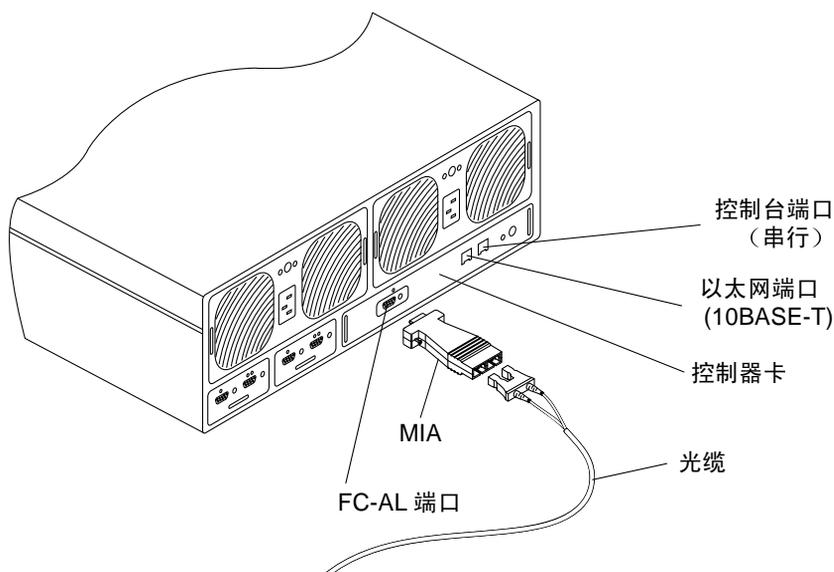

图 2 磁盘插槽背面板详图
1. 将终端（监视器和键盘）连接到位于主控制器单元 (MCU) 磁盘插槽背面的控制台端口（请参见图 2）。